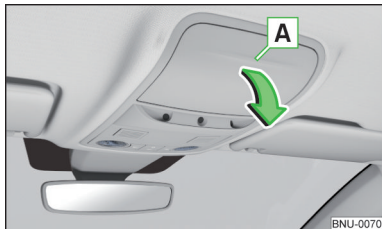

Fig. 112
- Para **abrir**, presionar sobre la tapa del guardalentes en el área **A**. El compartimiento se abre en el sentido de la flecha » fig. 112.